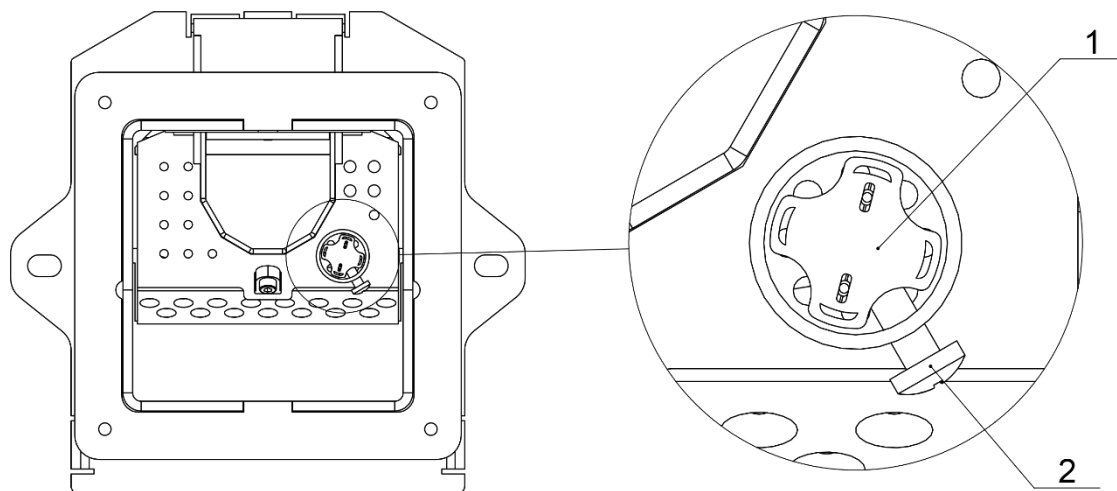

Рис. 11 Замена керамического ТЭНа розжига
- ослабить винтовой зажим керамического ТЭНа (рис.11 поз.2);
- вытащить керамический ТЭН из корпуса (рис.11 поз.1), а его провод из кабель-ввода, находящегося на монтажной пластине горелки;
- вставить новый керамический ТЭН до упора в корпус ТЭНа, придержать чтобы он не изменил положения и «от руки» (без усилия) закрутить зажимной винт. Зажимной винт (рис.11 поз.2) должен дожимать основание ТЭНа в его углублении (как это видно на рис.11);